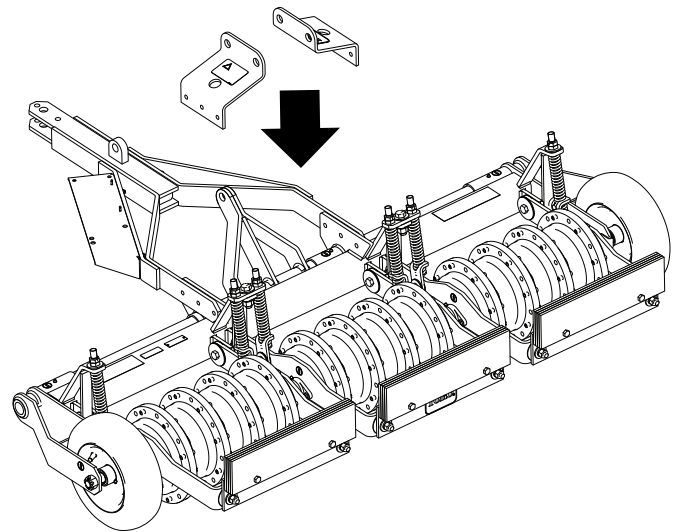

Figure 6
3. Placez les supports sur l'aérateur, comme montré à la Figure 6.